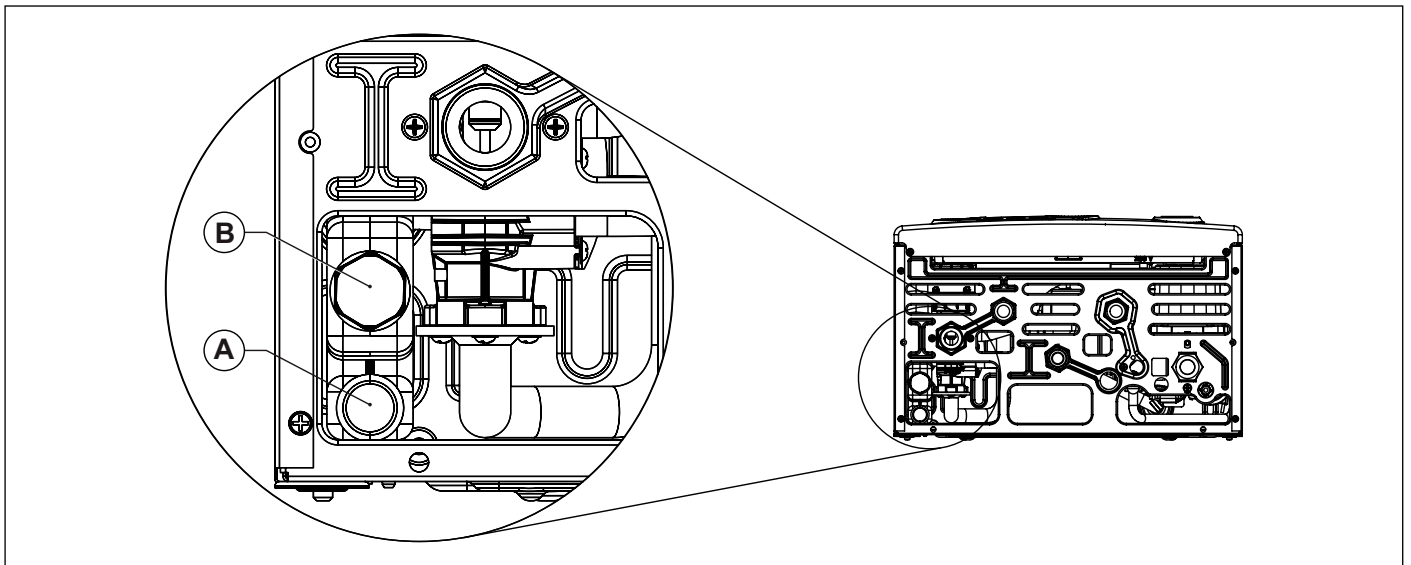

Fig. 18 Scarico condensa
Il sistema di scarico della condensa deve essere collegato all'apposito collegamento (A) predisposto in caldaia (vedi Fig. 18 Scarico condensa).